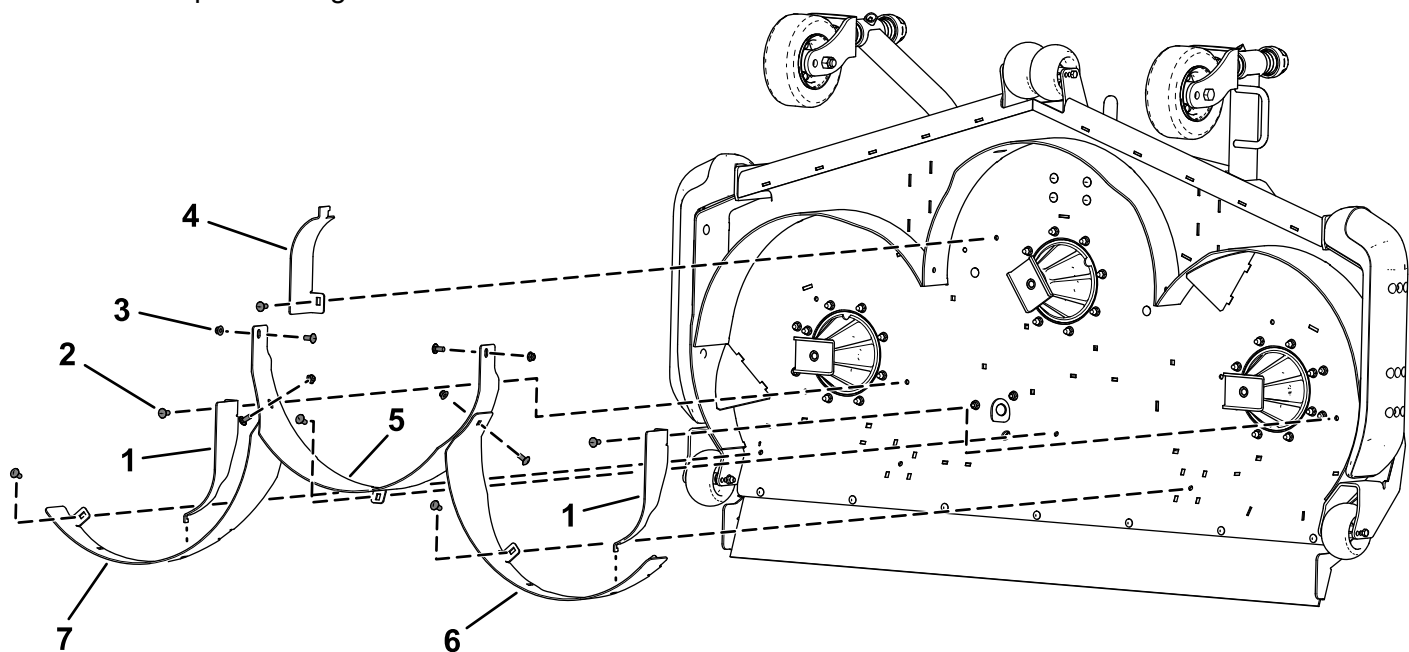

Figura 3
1. Fissate senza serrare il deflettore posteriore destro al piatto di taglio utilizzando 2 bulloni a testa tonda ($\frac{3}{8}$ " x $\frac{7}{8}$ ") e 2 dadi di fissaggio ($\frac{3}{8}$ "), come illustrato nella Figura 3.
testa tonda ($\frac{3}{8}$ " x $\frac{7}{8}$ ") e 2 dadi di fissaggio ($\frac{3}{8}$ "), come illustrato nella Figura 3.
3. Fissate senza serrare il deflettore posteriore centrale al piatto di taglio utilizzando 3 bulloni a testa tonda ($\frac{3}{8}$ " x $\frac{7}{8}$ ") e 3 dadi di fissaggio ($\frac{3}{8}$ "), come illustrato nella Figura 3.
4. Fissate senza serrare il deflettore posteriore centrale al deflettore posteriore destro e al deflettore posteriore sinistro utilizzando 2 bulloni a testa tonda ($\frac{3}{8}$ " x $\frac{7}{8}$ ") e 2 dadi di fissaggio ($\frac{3}{8}$ "), come illustrato nella Figura 3.
5. Fissate senza serrare i 2 deflettori laterali con spingitore e il deflettore centrale con spingitore utilizzando 3 bulloni a testa tonda ($\frac{3}{8}$ " x $\frac{7}{8}$ ") e 3 dadi di bloccaggio ($\frac{3}{8}$ "), come illustrato nella Figura 3.